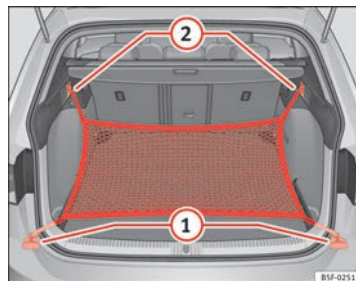

Fig. 109 No porta-bagagens: argolas ① e ganchos ② para fixar o saco de rede (modelo LEON ST).
- Fixe os ganchos curtos da rede nas argolas de fixação ⇒ Fig. 109 ① ⇒ ⚠. O fecho de correr do saco deve ficar voltado para cima.
- Fixe as fitas nos ganchos para prender sacos ②.